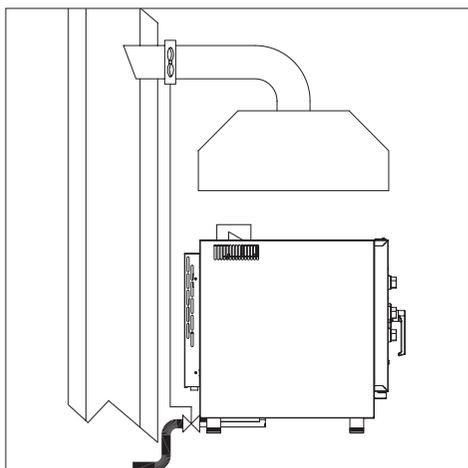

fig. 13
- d) la réadmission des gaz vers l'appareil doit pouvoir se faire seulement manuellement (fig. 13).